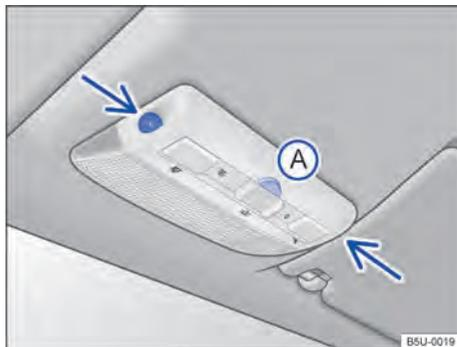

Fig. 46 En la consola del techo: sensores de vigilancia del habitáculo y tecla (A) para desconectar la vigilancia del habitáculo.
La vigilancia del habitáculo dispara la alarma con el vehículo bloqueado, si reconoce movimientos en el interior del vehículo. El sensor y el receptor están ubicados en el conjunto de la luz de lectura → fig. 46 (flechas).
- Presionar la tecla → fig. 46 (A). En el panel de instrumentos se enciende la luz de control .